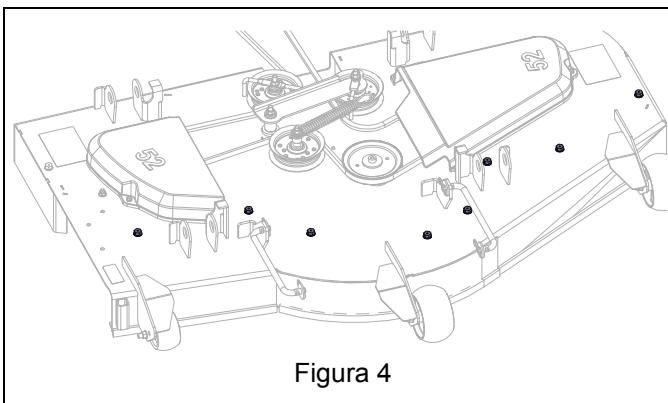

Figura 4
- Rimuovere le otto viti autofilettanti da 3/8" x 1/2" dalla parte superiore dell'apparato di taglio. Conservare le viti per l'uso senza il kit per pacciamatura. Vedere Figura 4.